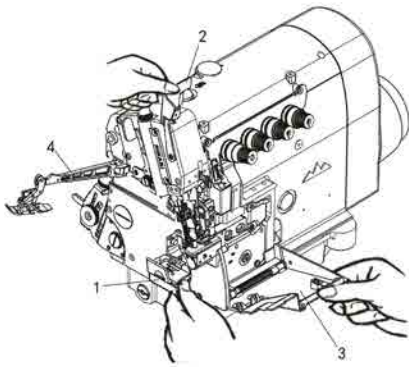

图 13
1. 请打开翻盖 1、护眼罩 2、前罩 3、抬压脚臂 4。穿过线以后，请恢复到原来的位置。(图 13)